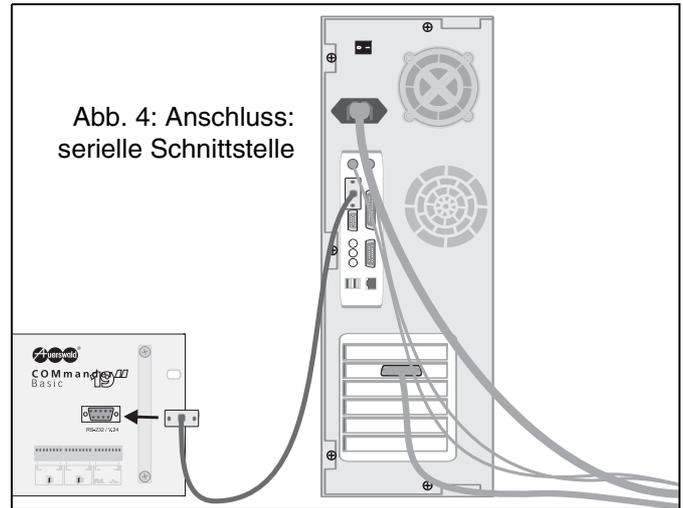

Abb. 4: Anschluss: serielle Schnittstelle
- ① Verbindung der seriellen Schnittstelle des PCs mit der seriellen Schnittstelle der Tk-Anlage (Frontplatten-Buchse; **Abb. 4**). Das dazu nötige Kabel gehört zum Lieferumfang. (**empfohlen zur Erstellung einer Grundkonfiguration**)